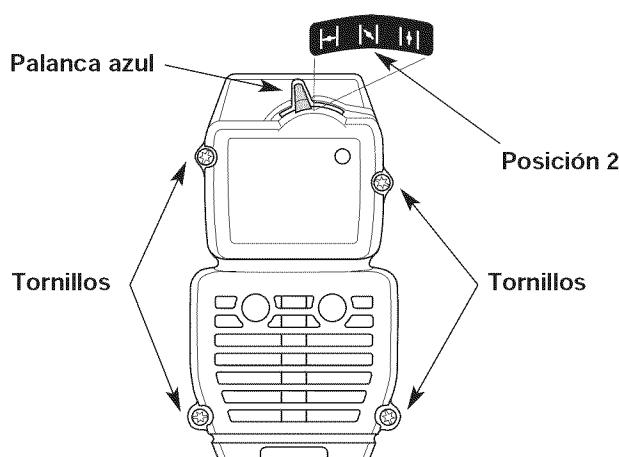

Fig. 23
NOTA: La palanca azul debe estar en Posición 2 (Fig. 23) para sacar la cubierta del silenciador / filtro de aire.
2. Saque los cuatro (4) tornillos que sostienen la cubierta del silenciador / filtro de aire (Fig. 23). Use un destornillador de broca Torx N° T20.
2. Inserte los cuatro (4) tornillos en los orificios de la cubierta del silenciador / filtro de aire (Fig. 23 y ajustelos. **No los ajuste demasiado.**